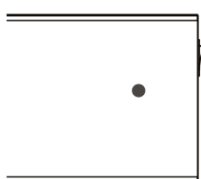

Bild 9
3. Um das Heizgerät in den Standby-Modus zu versetzen, richten Sie die Fernbedienung direkt auf den Receiver und drücken Sie „STANDBY“. Zu diesem Zeitpunkt blinkt die LED für die niedrigste Heiztemperatur, um anzuzeigen, dass sich das Gerät im STANDBY-Modus befindet, siehe Bild 9.